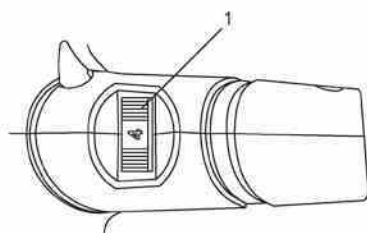

Fig. 5
El control de velocidad variable (1) puede ser rotado para cambiar la velocidad en la que el rodillo rotará (Fig. 5). Rote el control de velocidad hacia la IZQUIERDA (#1) para la velocidad más lenta y hacia la derecha (MAX) para la velocidad más rápida.